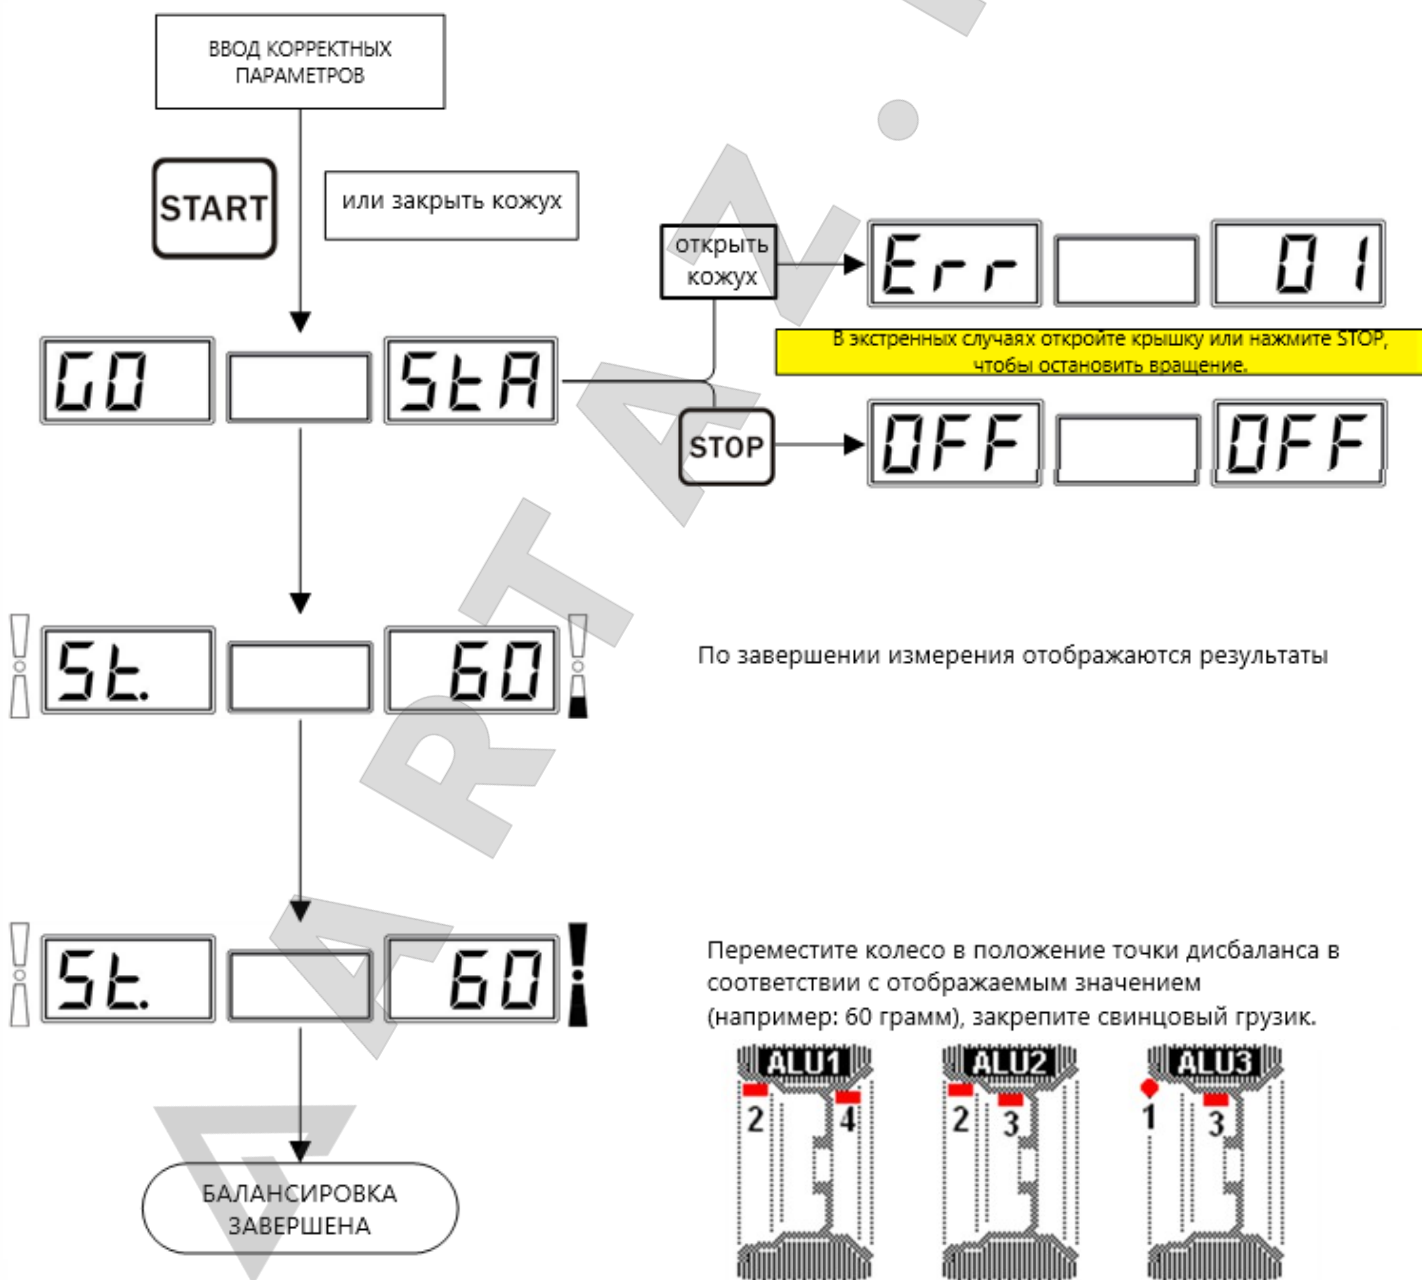

Рис. 16
7) После установки грузика закройте кожух или нажмите кнопку запуска для начала вращения колеса. Если операция выполнена правильно, отобразится состояние, показанное на рис. 16, что указывает на успешное выполнение балансировки.